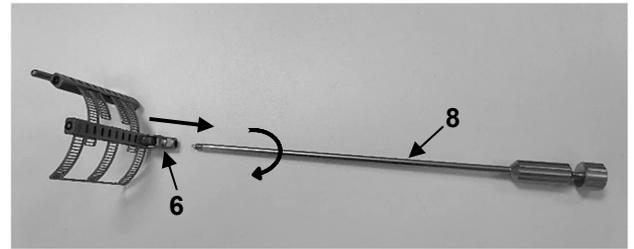

Abb. 10
Um die Hakenführung MRN-3 (8) zu entfernen, muss diese vollständig aus dem Gewinde des Gelenks (6) gegen den Uhrzeigersinn herausgeschraubt werden (Abb. 10).